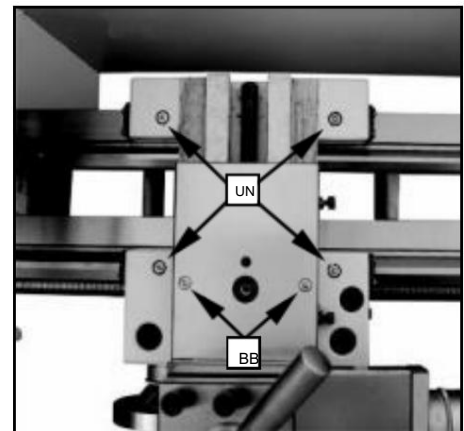

Fig. 36
2. Desserrez la vis moletée (B, Fig. 36) et ouvrez les doigts coulissants (C, Fig. 31) jusqu'à ce que la lunette puisse être déplacée avec son doigt autour de la pièce. Fixez la lunette en position.
Lubrifiez les quatre orifices d'huile (A, Fig. 36) avec de l'huile machine 20W une fois par jour.
Lubrifiez les deux orifices d'huile (B, Fig. 36) avec de l'huile machine 20W une fois par jour.